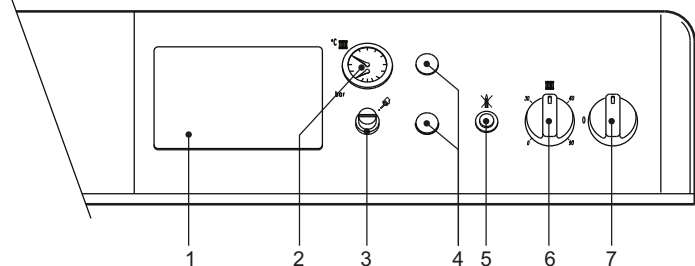

fig. 1 - Tableau des commandes
- Mettre l'interrupteur de la chaudière "7" sur la position 1 (fig. 1).
- Lorsque la chaudière est dotée d'un module électronique thermostatique, monté en position 1. fig. 1, l'utilisateur devra également tenir compte des instructions fournies par le constructeur de celui-ci.
Tourner la manette 6, fig. 1 dans le sens des aiguilles d'une montre pour augmenter la température de l'eau de chauffage, la tourner dans le sens inverse pour la réduire. La température peut être modulée de 30° mini à 90° maxi. Il est toutefois conseillé de ne pas faire fonctionner la chaudière au-dessous de 45°.
Programmer la température souhaitée à l'intérieur des pièces à l'aide du thermostat d'ambiance. Commandée par le thermostat d'ambiance, la chaudière s'allume et l'eau est amenée à la température établie par le thermostat de réglage de la chaudière 6, fig. 1. Le générateur s'éteint dès que la température souhaitée aura été atteinte à l'intérieur des pièces.
La pression de charge de l'installation froide, lue sur l'hypomètre de la chaudière partie 2 de fig. 1, doit être d'environ 1,0 bar Au cas où au cours du fonctionnement de l'installation la pression baisserait, (à cause de l'évaporation des gaz contenus dans l'eau) à des valeurs inférieures au minimum précité, l'utilisateur devra rétablir la valeur initiale à l'aide du robinet de charge. Refermer toujours le robinet de remplissage à l'issue de l'opération.